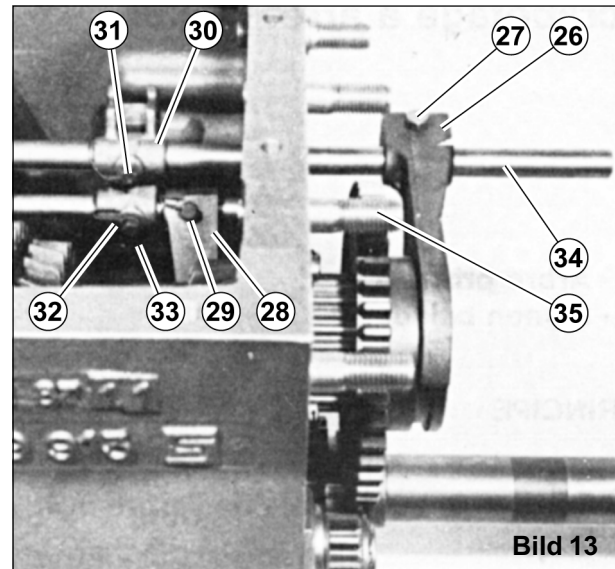

Bild 13
- Die Schrauben (27) und (28) lösen und den Eisendraht zerschneiden.
- Die Positionen der Mitnehmer (30) und (32) kennzeichnen (Bild 13).
- Die Schraube (29) der Gabel (28) lösen (Bild 13).
- Die Schraube (27) der Gabel (26) lösen (Bild 13).
- Die Führungsstange (35) nach vorne zum Gehäuse schieben und den Mitnehmer (32) und die Gabel (28) entnehmen (Bild 13).
- Die Führungsstange (34) nach vorne zum Gehäuse schieben und den Mitnehmer (30) die Gabel (26) entnehmen (Bild 13).